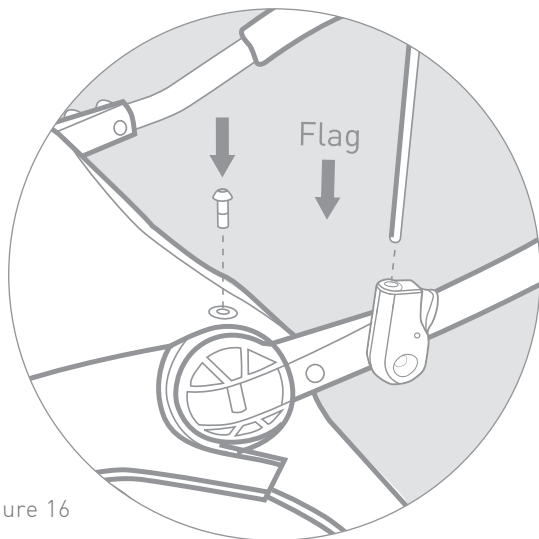
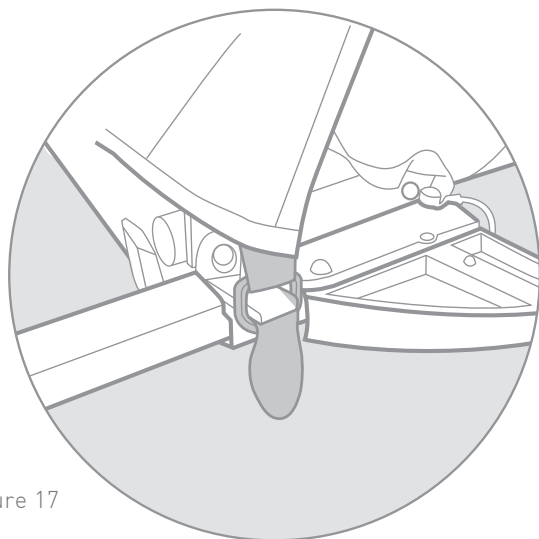

Figure 16
Figure 17
1. Attach cover to trailer using provided screws (Figure 16). Slip the cover D-rings over the hooked corners of the tow bar receivers (Figure 17).
2. Slide Flag pole into hole on flag holder. To release push button and lift flag pole out (Figure 16).
1. Das Verdeck mithilfe der im Lieferumfang befindlichen Schrauben (Abb. 16) befestigen. Die D-Ösen in den mit Haken versehenen Ecken der Deichselaufnahmen einhängen (Abb. 17).
2. Die Flaggenstange in die Öffnung des Flaggenhalters stecken. Zum Entfernen auf den Knopf drücken und die Flaggenstange herausziehen (Abb. 16).
1. Arrimez le cache à la remorque à l'aide des vis fournies (Figure 16). Faites glisser les anneaux en D du cache sur les angles à crochet des réceptacles de la barre de remorquage (Figure 17).
2. Faites glisser le mat du drapeau dans l'orifice du porte-drapeau. Pour libérer le drapeau, appuyez sur le bouton et retirez le mat (Figure 16).